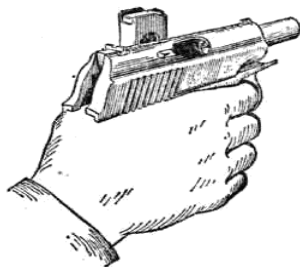

Рис. 126. Положение пистолета и магазина в руке по команде «Оружие – к осмотру»
5. После окончания стрельбы подаётся команда «Оружие – к осмотру» (рис. 126).